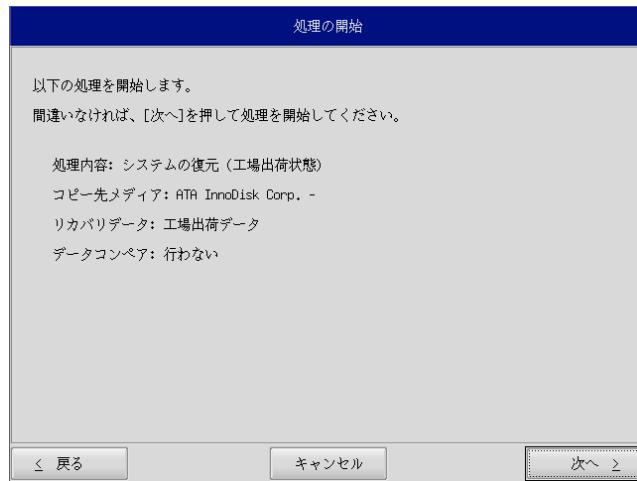

図6-2-5. 確認画面
- ⑧ 確認画面(図6-2-5)が表示されます。リカバリデータを確認し、[次へ]ボタンを押して処理を開始します。